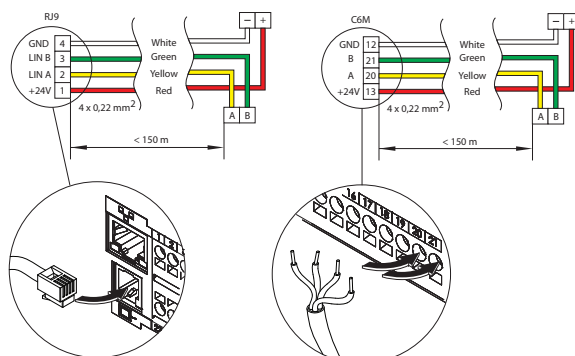

Fig. 17. Schéma de câblage du panneau de commande
- Panneau de contrôle (Voir Fig.17).